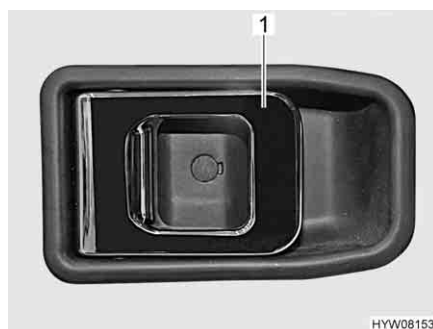

Fig. 42 Serratura della porta (porta conducente/porta di ingresso, lato interno)
- Tirare la maniglia (Fig. 42,1). La serratura della porta si sblocca o apre.
- Premere la maniglia (Fig. 42,1). La serratura della porta si blocca.